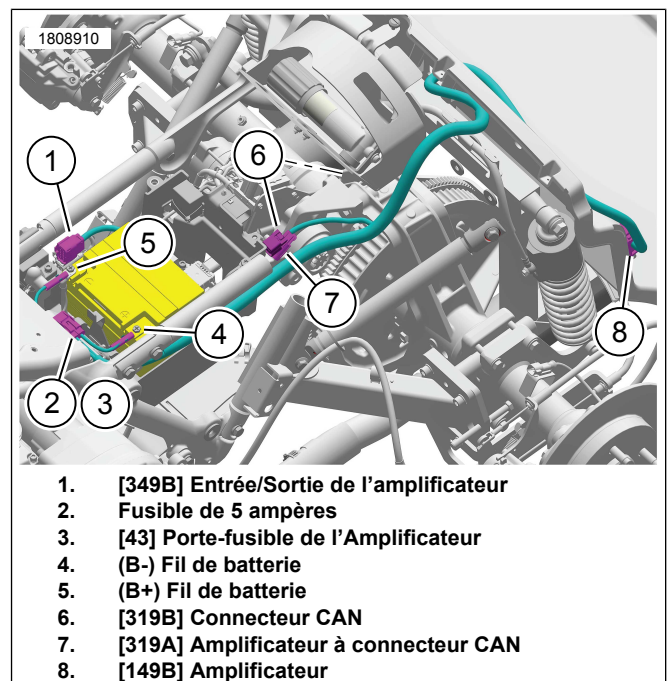
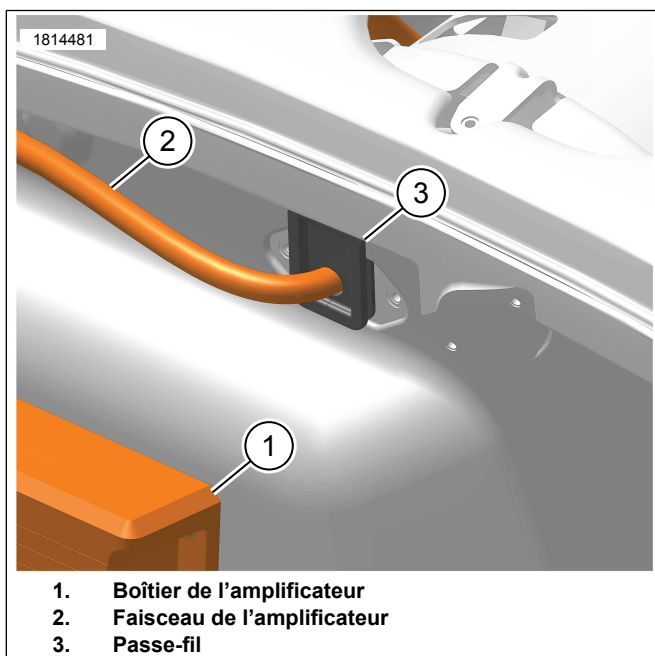

Figure 6. Routage du faisceau de fil de l'amplificateur
Figure 7. Passe-fil
- 1. Figure 6 Acheminer le faisceau de fils le long du cadre.
- 2. Acheminer le connecteur de branche du faisceau [349B] (1) derrière la zone du boîtier de la batterie en direction du capot latéral droit.
9. Figure 6 Acheminer le connecteur du faisceau [149B] (8) jusqu'à l'amplificateur.
10. Brancher le connecteur [149B] (8) à l'amplificateur.
11. Figure 7 Installer l'œillet.
- a. À l'aide d'une fente dans l'œillet (3), installer sur le faisceau de l'amplificateur (2).
- c. Installer l'œillet (3) au niveau du coffre.